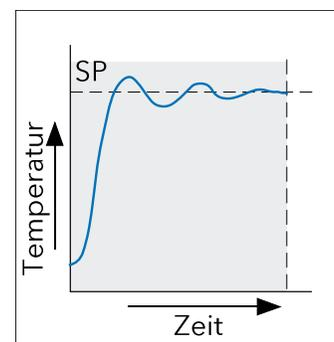

Abbildung 6.2.2b Proportional + Integralregelung
Das Proportionalband (PB) liefert einen Ausgang, der sich proportional zur Größe des Fehlersignals verhält. Es ist der Bereich, über den Sie die Ausgangsleistung kontinuierlich linear von 0 % bis 100 % einstellen können (bei einem Regler nur für Heizbetrieb). Unterhalb des Proportionalbandes ist der Ausgang auf volle Leistung eingeschaltet (100 %), oberhalb des Proportionalbandes ist der Ausgang vollständig ausgeschaltet (0 %), wie in Abbildung 6.2.2b dargestellt.
In Abbildung 6.2.2b sehen Sie eine Proportional- plus Integralaktion.